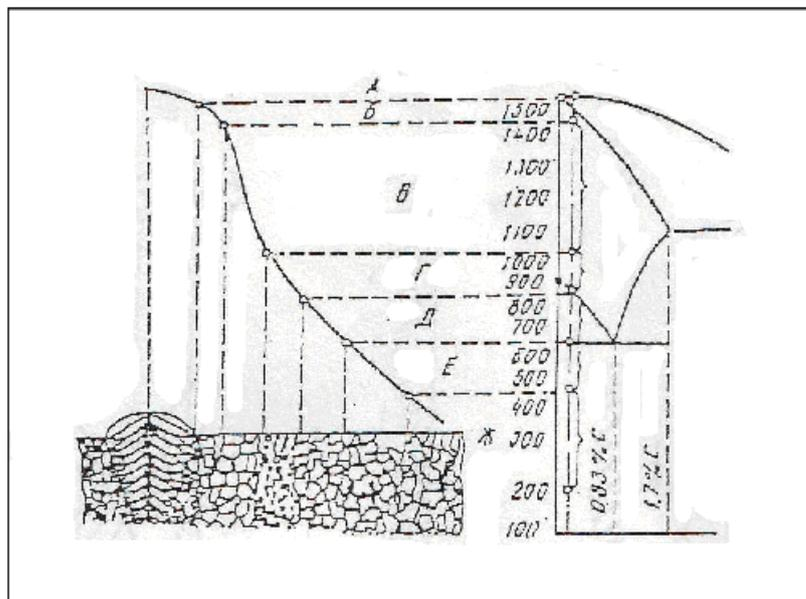

Рисунок 1
8. Какой области диаграммы Fe – C соответствует крупнозернистая зона сварного соединения, располагающаяся рядом с линией сплавления? (рис.1) \_\_\_\_\_